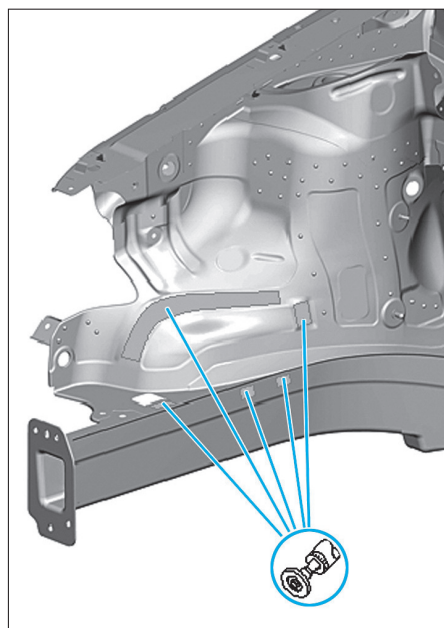

FIG. 2
- Retirer les morceaux de tôle restants (Fig.2).